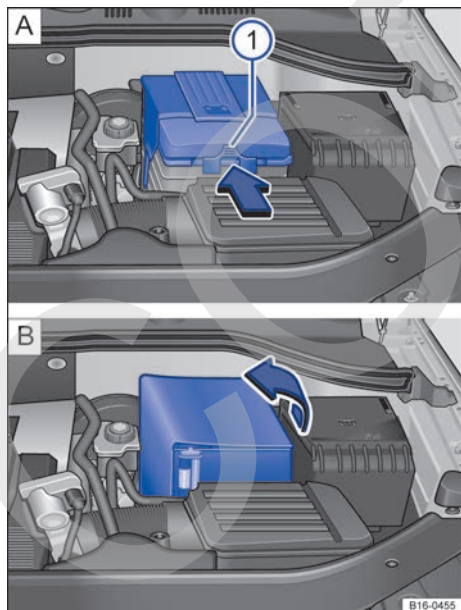

Fig. 163 En el vano motor: **A** Retirar la cubierta de plástico de la batería de 12 voltios. **B** Levantar la cubierta guardapolvo de la batería de 12 voltios.
- *En el caso de llevar una cubierta de plástico:* Presione la pestaña → **fig. 163 A** **1** en el sentido de la flecha y retire la cubierta hacia arriba.
- *En el caso de llevar una cubierta guardapolvo:* Levántela en el sentido de la flecha → **fig. 163 B**.